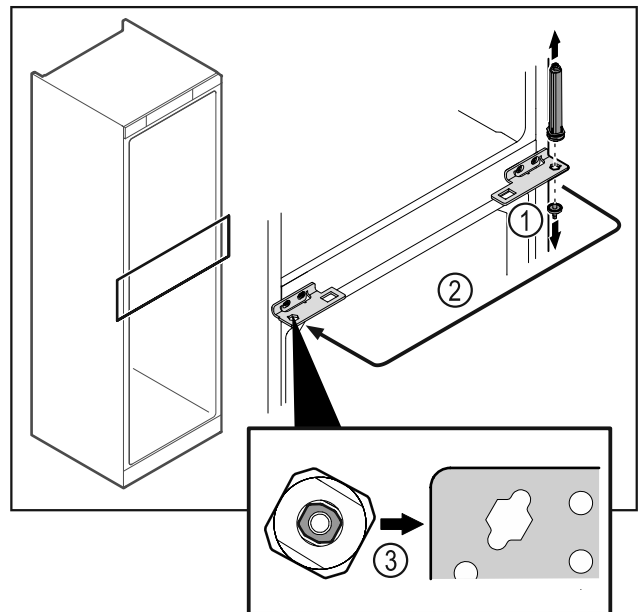

Fig. 48
- ▶ Csavarozza le a csuklópánt csapot Fig. 48 (1).
- ▶ Helyezze át az ajtó zárrendszert Fig. 48 (2).
- ▶ Behelyezéskor ügyeljen az ajtó zár rendszer Fig. 48 (3) helyes beigazítására.